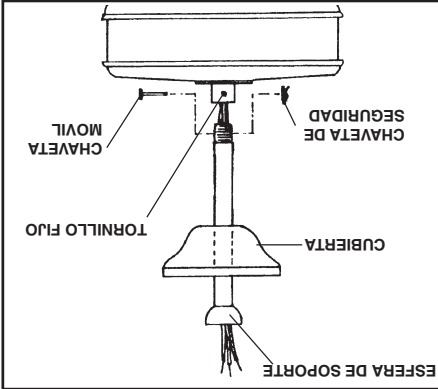

FIG. 9
Paso 4. Meta cuidadosamente los alambres del ventilador hacia arriba a través del tubo de montaje. Atornille el tubo de montaje sobre la conexión hasta que los agujeros del tubo de montaje y la conexión queden alineados. Re-instale la chaveta móvil y la chaveta de seguridad. Apriete bien los tornillos fijos que aflojó previamente. (Fig. 9)
Paso 5. Deslice la cubierta sobre el tubo de montaje seguida por la esfera de soporte. Instale el perno asegurándose que la esfera sienta sobre el perno correctamente. Apriete el tornillo fijo de la esfera de soporte. (Fig. 9)